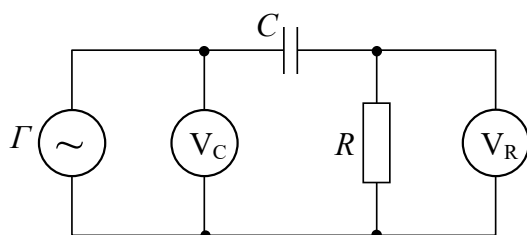

Рис. 1. Электрическая схема установки
Электрическая схема установки показана на рис.1. Переменное напряжение частотой $\nu = (2 \dots 20)$ кГц подается с выхода генератора «Г» на конденсатор и включенный последовательно с ним резистор известного сопротивления R . Эффективное значение напряжения на выходе генератора измеряется вольтметром «V_C». Резистор R служит для определения тока через конденсатор:
2. Зарисуйте в тетради электрическую схему установки (рис.1).